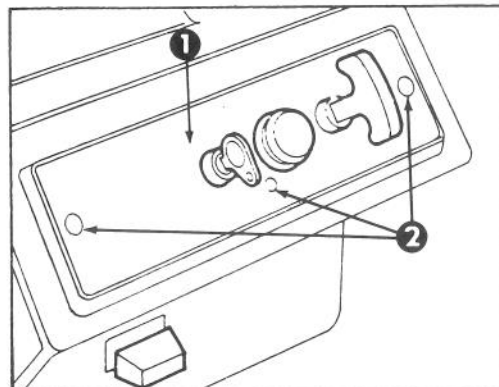

Figure 15
### REPLACEMENT DE LA BOUGIE (Fig. 15, 16, et 17)
1. **ENLEVEMENT DU TABLEAU DE COMMANDE** (Fig. 15) — Enlevez les trois (3) vis à tête assujettissant le tableau de commande sur le logement. Enlevez la clé d'allumage et soulevez le tableau, le laissant pendre sur la corde de rappel.